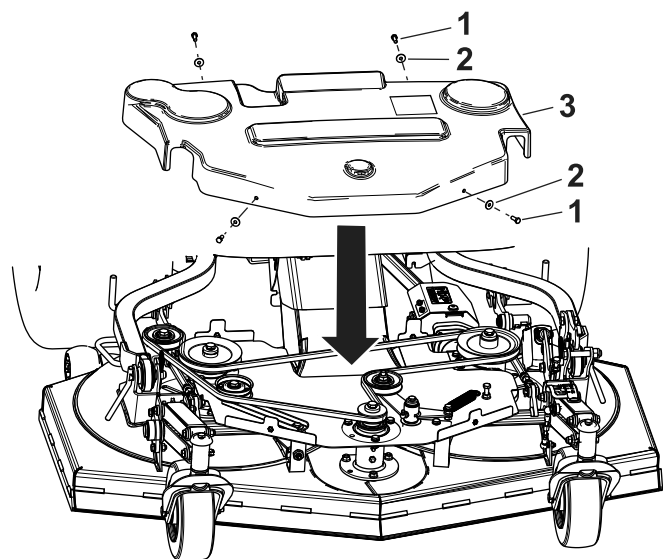

Bild 94
1. Entfernen Sie die 2 Schrauben und Scheiben an der Vorderseite der Abdeckung (**Bild 94**).
2. Entfernen Sie die 2 Schrauben und Scheiben an der Rückseite der Abdeckung (**Bild 94**).
1. Setzen Sie die Abdeckung auf den Riemen **Bild 94**.
2. Installieren Sie die 2 Schrauben und Scheiben an der Vorderseite der Abdeckung (**Bild 94**).
3. Installieren Sie die 2 Schrauben und Scheiben an der Rückseite der Abdeckung (**Bild 94**).